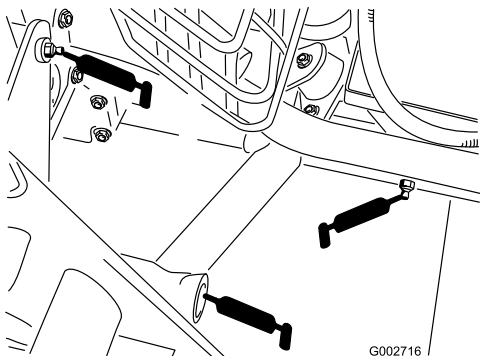

Figura 22
- attacco posteriore (5) (Figura 22)